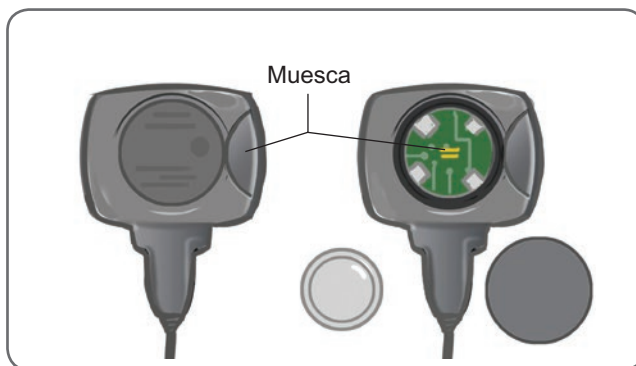

Ilustración 8-1: Sustitución de la batería del sensor de pie
1. Use la muesca de la parte trasera del sensor de pie para levantar la tapa de la batería. Consulte la ilustración 8-1.